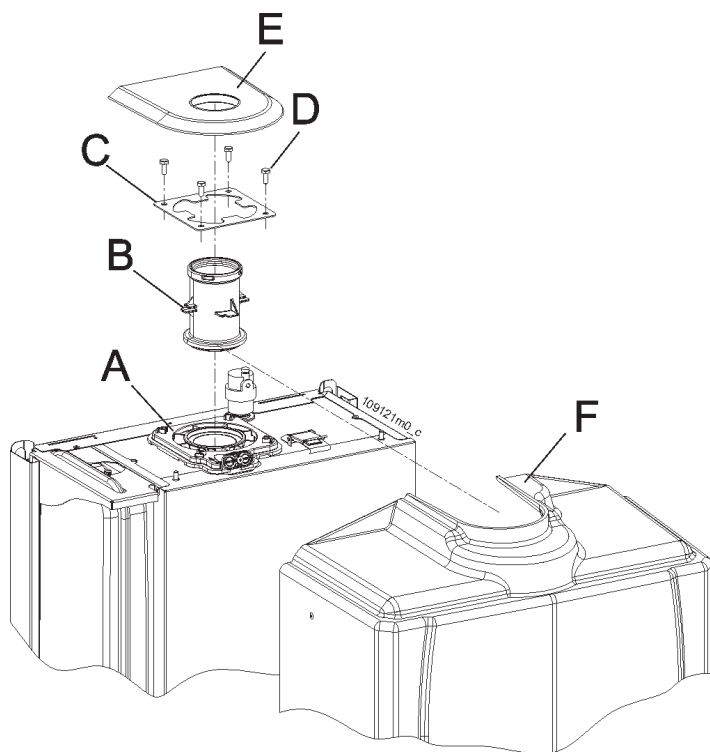

Figura 5-14 - Installazione del kit "singolo 60"
L'apparecchio viene fornito di serie senza raccordi per il collegamento dello scarico fumi/aspirazione aria. Per collegare l'apparecchio ad un sistema "singolo 60PP" occorre richiedere l'apposito kit ed installarlo seguendo la figura 5-14 nel seguente modo;
- 5.- installare infine la guarnizione "E" come indicato in figura 5-14.